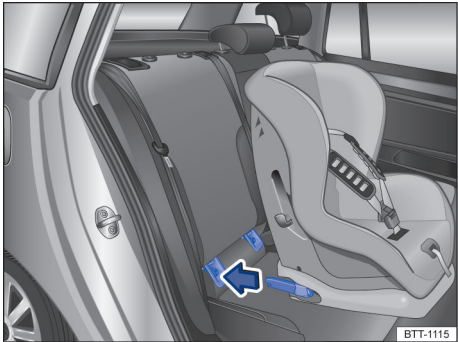

Fig. 49 Instalar a cadeira de criança ISOFIX com os braços de apoio com ajuda dos auxílios de inserção (representação esquemática)
- Inserir os braços de apoio da cadeira de criança nas ancoragens ISOFIX no sentido da seta → Fig. 49. A cadeira de criança deve engatar de modo seguro e audível.